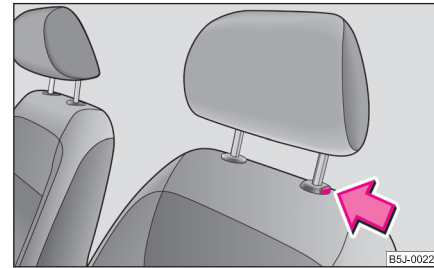

Abb. 50 Kopfstütze herausziehen
- Möchten Sie die Kopfstütze nach unten verschieben, müssen Sie die Sicherungstaste drücken → Seite 59, Abb. 50 und mit der anderen Hand die Kopfstütze nach unten drücken.
- Drücken Sie die Sicherungstaste in Pfeilrichtung ⇒ Seite 59, Abb. 50 und ziehen Sie die Kopfstütze heraus.